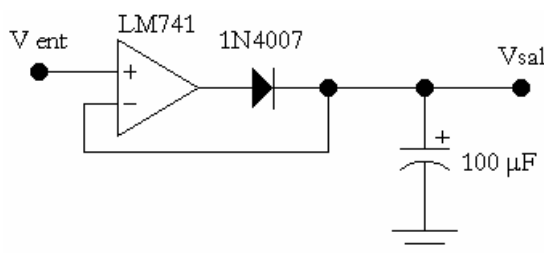

Figura 2
2.1. Armar el circuito de la Figura 2.
- 2.3. Observar en el osciloscopio la señal de salida superpuesta a la señal de entrada. Además de ser un detector de pico activo, ¿qué otra función puede cumplir el circuito de la figura 2?
- 2.6. ¿Qué se observa a medida que se carga la salida del circuito de la figura 2? ¿A que se debe esto?